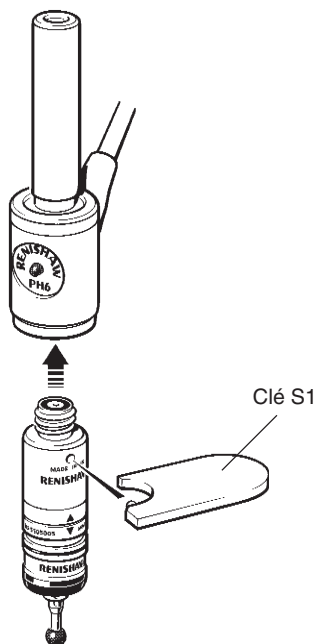

Figure 20 : Montage d'un palpeur à déclenchement pour MMT à filetage M8 sur une tête manuelle (PH6 sur l'illustration)
Monter un palpeur à déclenchement pour MMT avec filetage M8 et sans Autojoint sur une tête manuelle comme décrit ci-dessous (Figure 20).
2. Placer la clé 'C' S1 (fournie) sur le palpeur comme indiqué à la Figure 20.